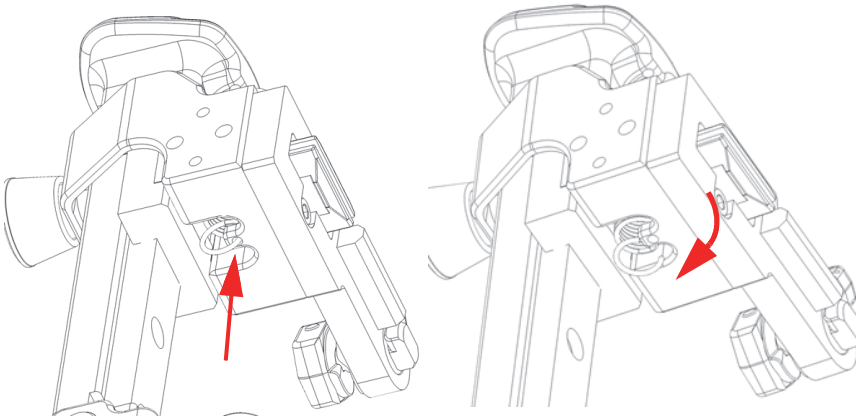

Figura 2-29 Rimozione della molla dal foro di fissaggio
1. Usando un paio di pinze a becco lungo, rimuovere la parte inferiore della molla dal foro della staffa del meccanismo a molla (Figura 2-29 a pagina 64).